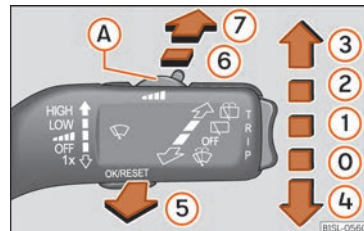

Abb. 84 Bedienung von Windschutz- und Heckscheibenwischer
Mit Schalter **» Abb. 84 (A)** Intervallstufen (Fahrzeuge ohne Regensensor) oder Empfindlichkeit des Regensensors einstellen **» Seite 93.**